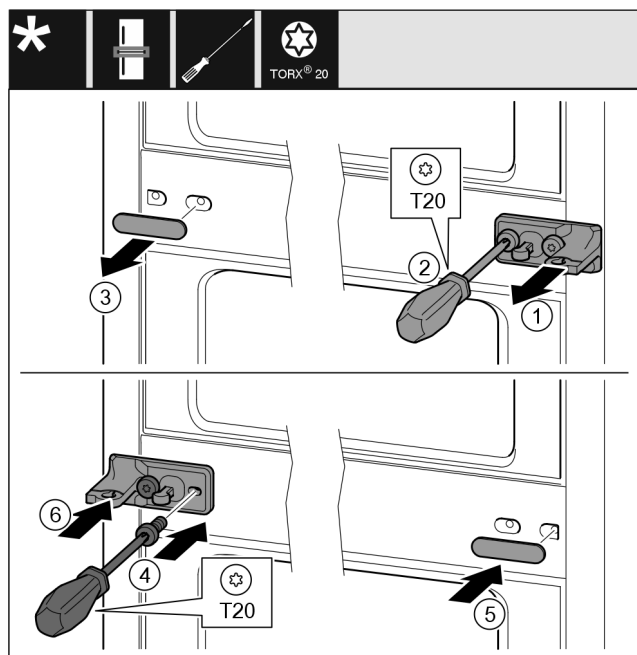

Fig. 40
- Sfilare la rondella Fig. 40 (1).
- Estrarre le viti Fig. 40 (2) con un cacciavite.
- Estrarre la copertura Fig. 40 (3) con cautela.
- Stringere bene il blocco di supporto con pellicola Fig. 40 (4) ruotato di 180° sull'altro lato.
- Applicare la copertura Fig. 40 (5) ruotata di 180° sull'altro lato.
- Infilare la rondella Fig. 40 (6) dal davanti.